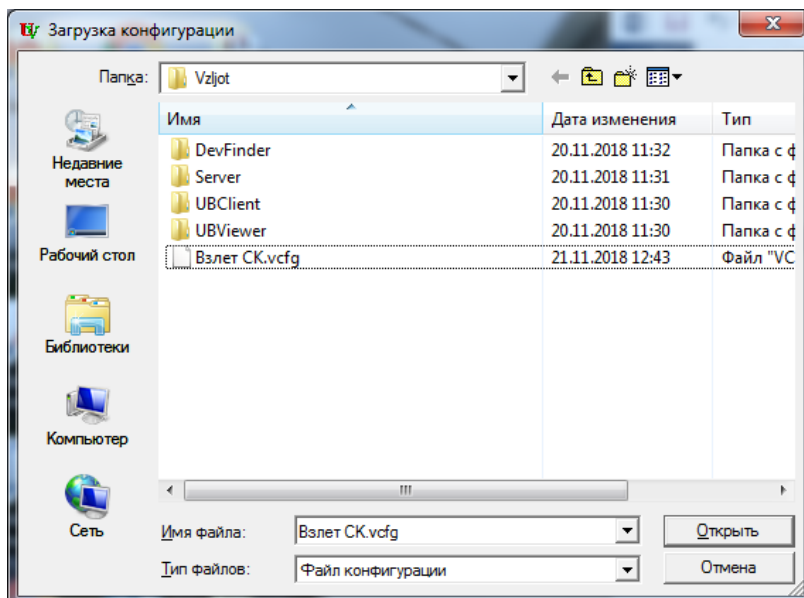

Рис.24. Окно «Загрузка конфигурации»
- в программе «Универсальный просмотрщик» (рис.21) выбрать пункт «Проект» / «Конфигурация» / «Загрузить конфигурацию» и выбрать файл конфигурации для загрузки (рис.24):